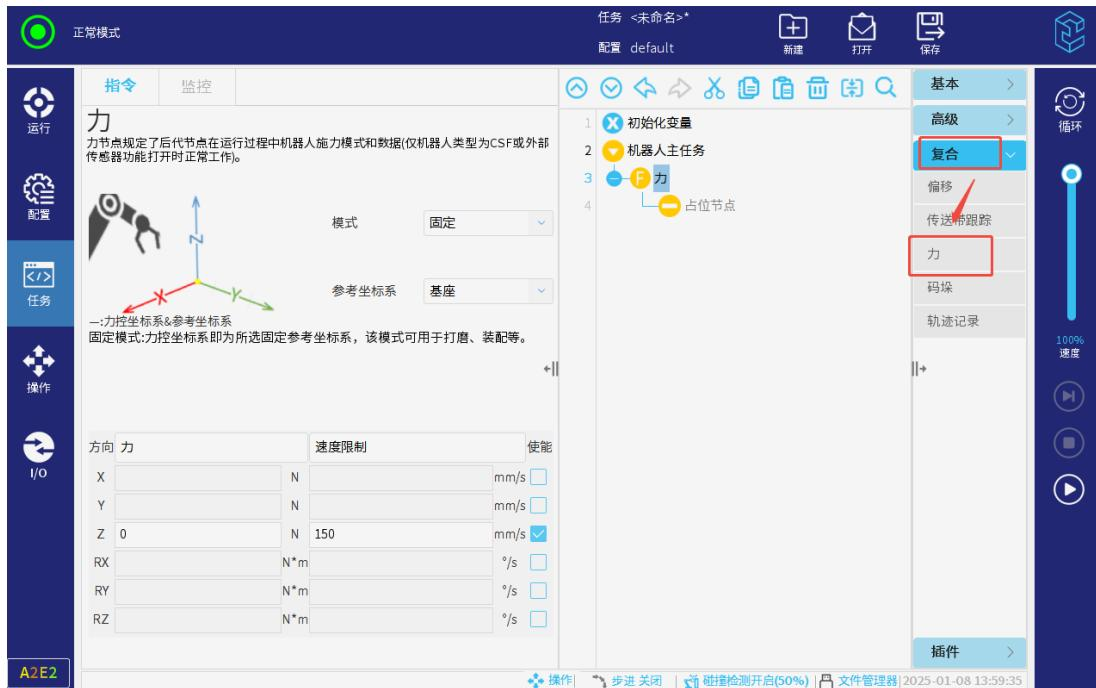

图 3-132: 力
- 选择“任务 > 复合 > 力”，如图 3-132 所示。